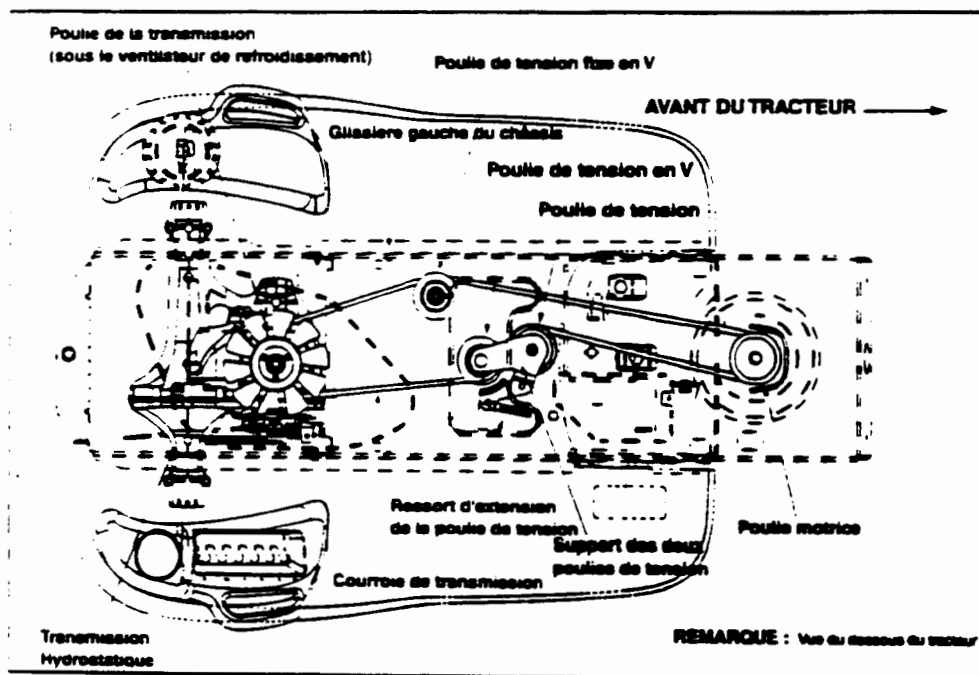

Figure 20
- Repérez la poulie de tension fixe en V sur la gauche. Voir la figure 20.
- Tenez la courroie des deux (2) côtés de la poulie et déplacez-la lentement vers la glissière gauche du châssis pour qu'elle sorte de la poulie de tension fixe-en V. Voir la figure 20.
- Retirez la courroie de la transmission en l'amenant de l'avant vers l'arrière. vers la transmission hydrostatique. Voir la figure 20.
- Faites passer la courroie neuve sur les poulies et guides de courroie EXACTEMENT comme la courroie usagée. Voir la figure 20.